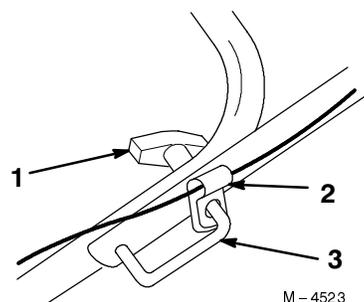

Figure 3
2. Desserrez les boutons et tirez les fixations du mancheron jusqu'à ce que la partie supérieure tourne librement (Fig. 3).
Remarque : Vérifiez que le guide-câble se trouve à la position indiquée dans la Figure 3.